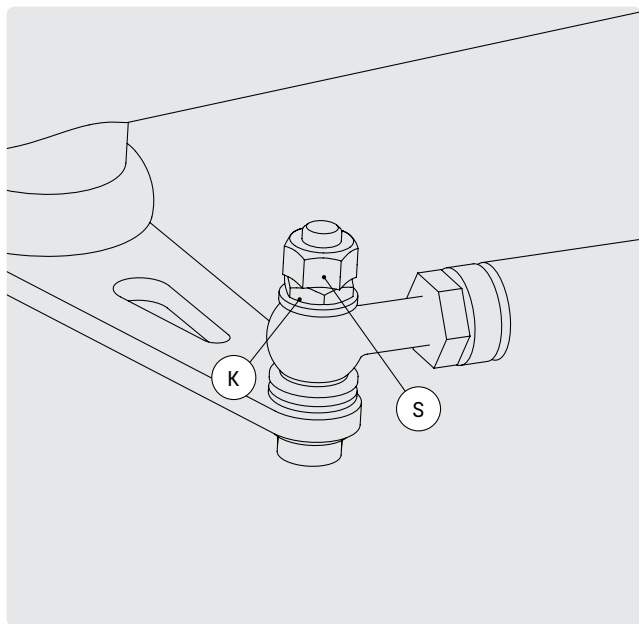

BILD 33
- Om du vill ha en lite trögare styrning, dra åt den platta muttern K på styrstaget något mer (Bild 33). För att göra detta måste du först ta bort den självlåsande muttern S.